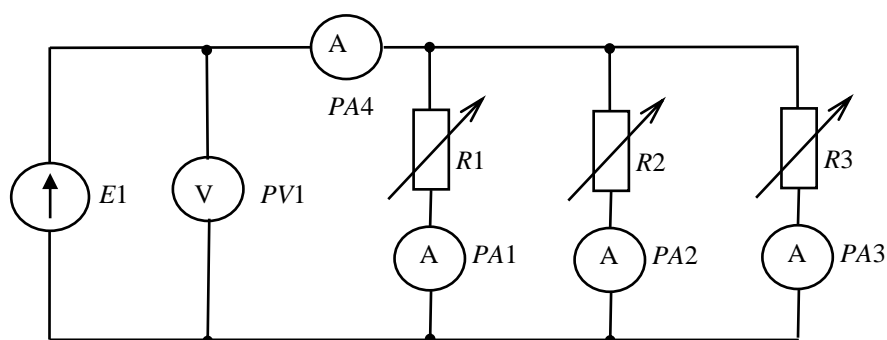

Рис. 5. Схема линейной электрической цепи постоянного тока с параллельным соединением элементов
5. Соберите цепь с параллельным соединением резисторов (рис. 5). В качестве амперметров $PA1 - PA4$ используйте ампервольтметры модуля «Измерительные приборы» в режиме DC. Установите в соответствии номером варианта (табл. 3) величину номинального сопротивления резисторов. Представьте схему для проверки преподавателю.